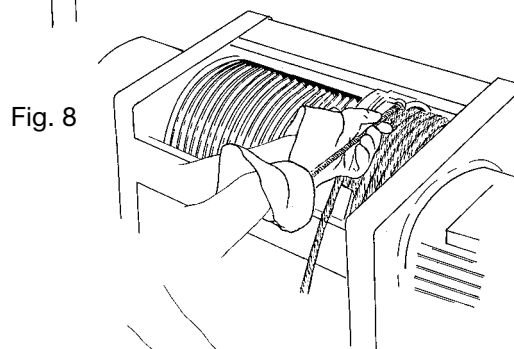
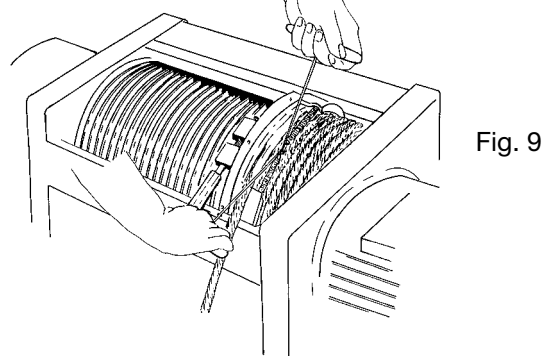
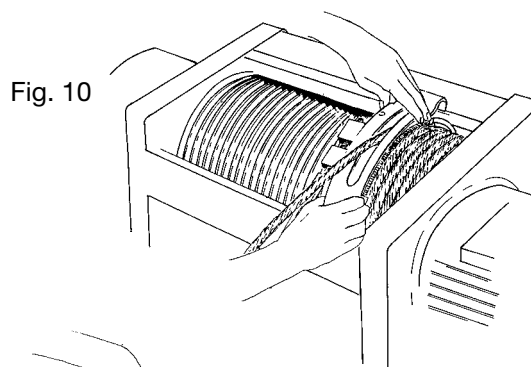
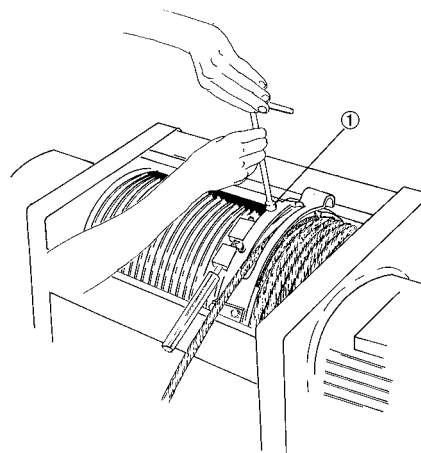

Fig. 8
Fig. 9
Fig. 10
Fig. 11
Monter wirespændings-fjederen i den særlige åbning inde i ringen (fig. 8) og luk den ved at påhægte den (fig. 9). Sæt wireførsingsglideskoen på (Fig. 10) og stram skrue pos. 1 (Fig. 11).